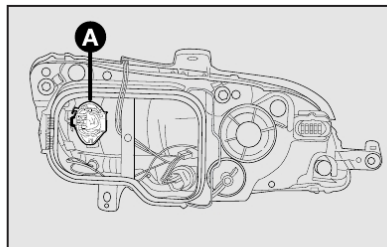

fig. 25
2) soltar o conector **A**-fig. 25 de alimentação da lâmpada;